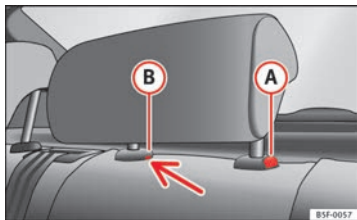

Abb. 74 Mittlere Kopfstütze hinten: Einriegelungspunkt
- Zum Absenken der Kopfstütze drücken Sie die Taste **(A)** ⇒ Abb. 74 und schieben Sie die Kopfstütze nach unten.
- Drücken Sie auf die Taste **(A)** ⇒ Abb. 74 und ziehen Sie gleichzeitig die Kopfstütze aus der Lehne heraus ⇒ ⚠.